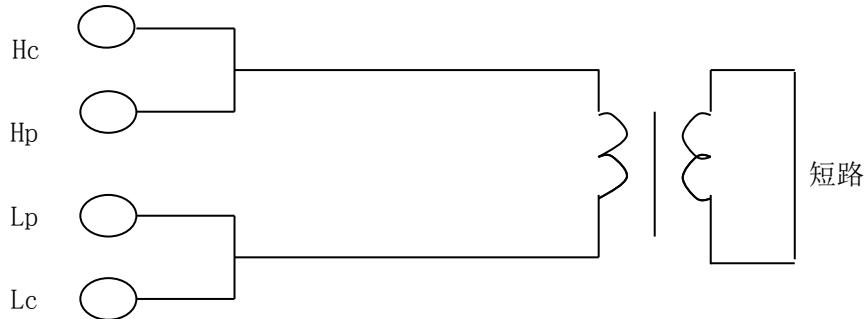

图 5-9 漏电感的测量
- **漏电感的测量:** 将次级短路测量初级电感量, 可测量得到漏感量 L_k 。见图 5-9。